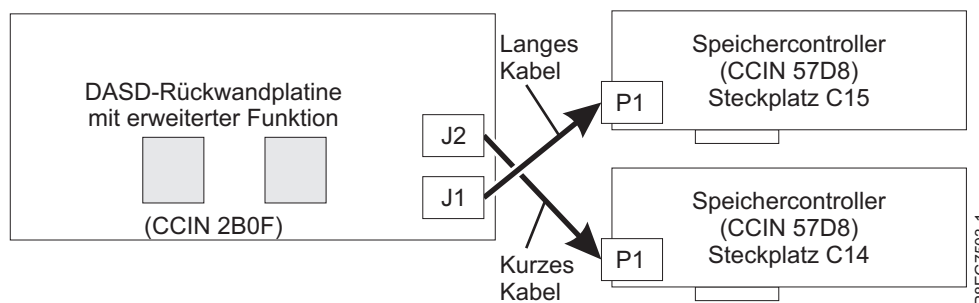

Abbildung 9. SAS-Kabel erneut bei einer Konfiguration mit erweiterter Funktion verbinden
- Das lange SAS-Kabel verbindet den Anschluss an der Rückwandplatine des unteren Plattenlaufwerks (J1) mit dem Anschluss P1 am internen SAS-RAID-Adapter in Steckplatz P1-C15. Siehe Abb. 9.